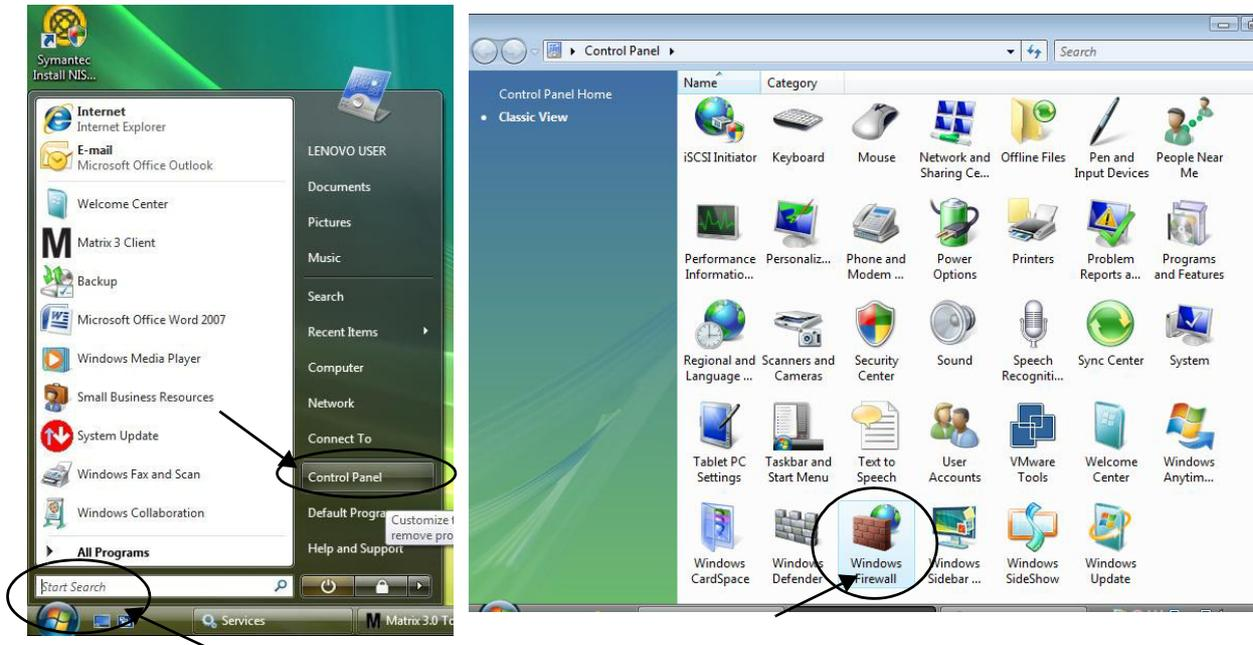

ABB. 26
1. Klicken Sie auf Sie auf den Bereich Start/Steuerung. Wählen Sie dann „Windows-Firewall“ (ABB. 26).